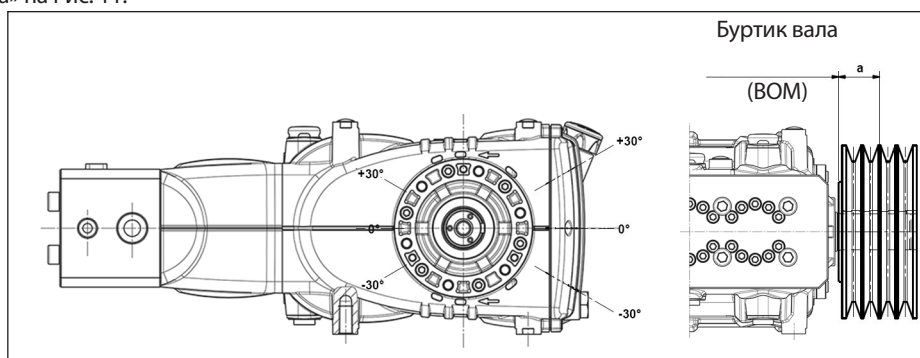

Рис. 11
Радиальная нагрузка на вал не должна превышать 4500 Н (значение, необходимое для определения плана компоновки). Передача считается соответствующей, если данная нагрузка прилагается на максимальном расстоянии $a=50$ мм от буртика вала (ВОМ), как указано на Рис. 11.
- b) Пользуйтесь ремнями с высоким КПД, например, **XPB** вместо **SPB**, поскольку в этом случае потребуется меньшее количество ремней при одинаковой передаваемой мощности, что в свою очередь сократит расстояние между результирующей силой и буртиком вала (ВОМ) «а» на Рис. 11.
- e) Натягивайте ремень в направлении, указанном на Рис. 11, в случае особых потребностей обратитесь в **Технический отдел** или **Службу технической поддержки**.